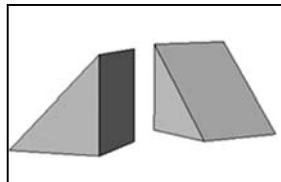

Рис. 4.11. Равносторонний клин
- ◆ Построение равностороннего клина (рис. 4.11). При помощи использования параметра «Куб» команды **клин**.